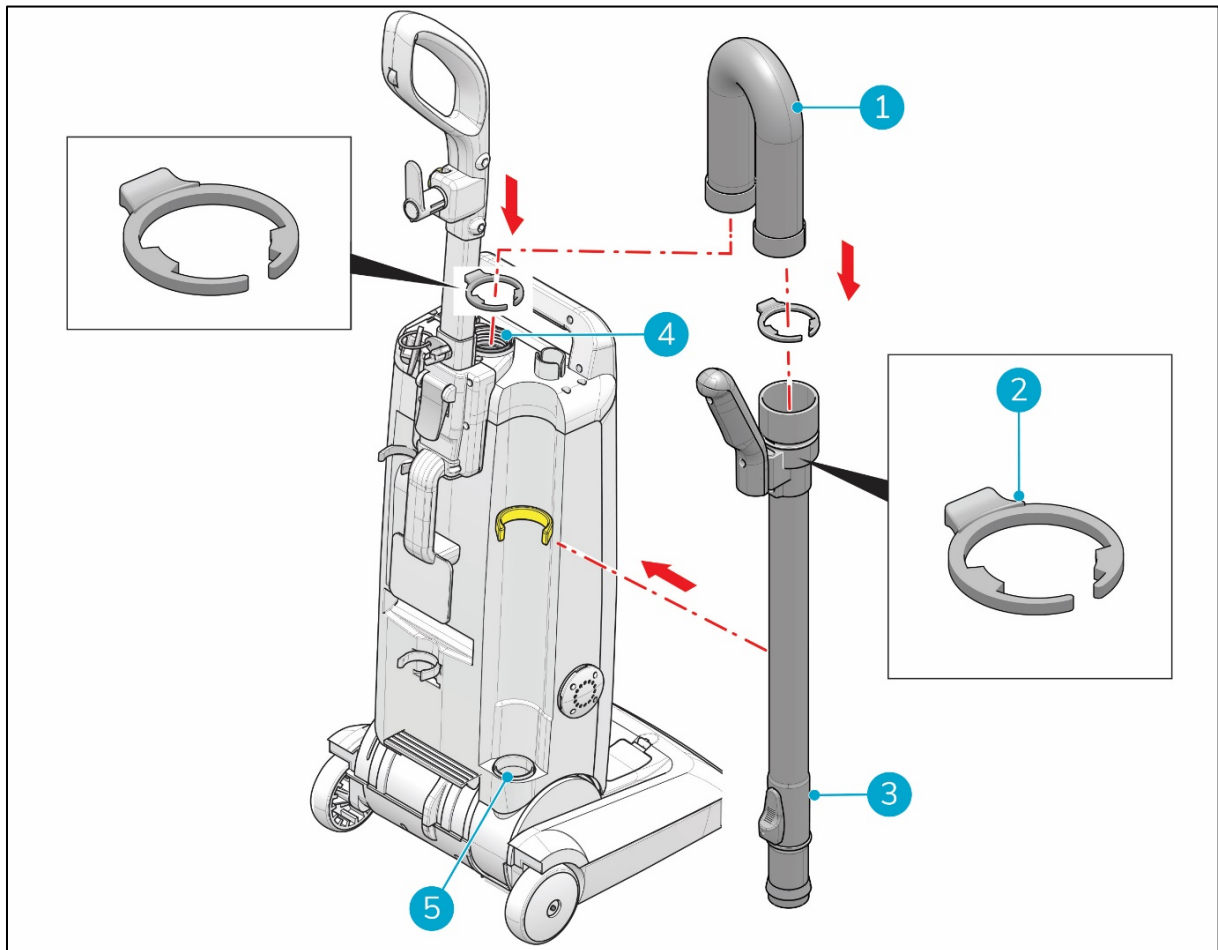

Figura 9
1. Ligue um lado da mangueira flexível (Figura 9, posição 1) ao lado largo do tubo rígido telescópico (Figura 9, posição 3), ao mesmo tempo que prime o clipe (Figura 9, posição 2).
2. Ligue o outro lado da mangueira flexível à parte superior do corpo do equipamento (Figura 9, posição 4) ao mesmo tempo que prime o clipe (Figura 9, posição 2).
3. Coloque o lado estreito do tubo rígido telescópico na abertura redonda (Figura 9, posição 5) na parte inferior do corpo do equipamento.